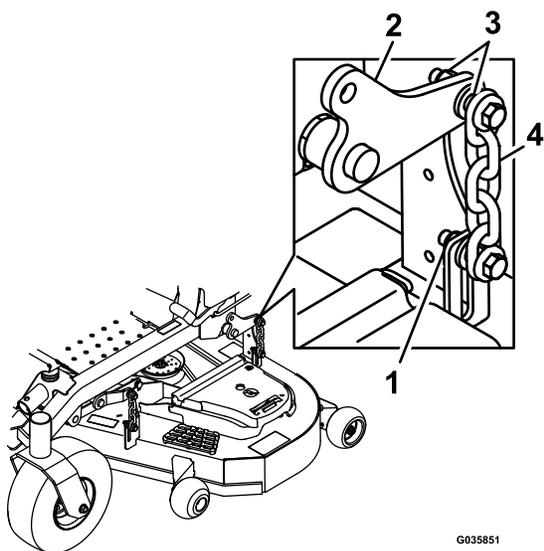

Figure 86
14. Desserrez les contre-écrous (Figure 86) aux quatre coins de sorte que le tablier repose solidement sur les 4 cales.